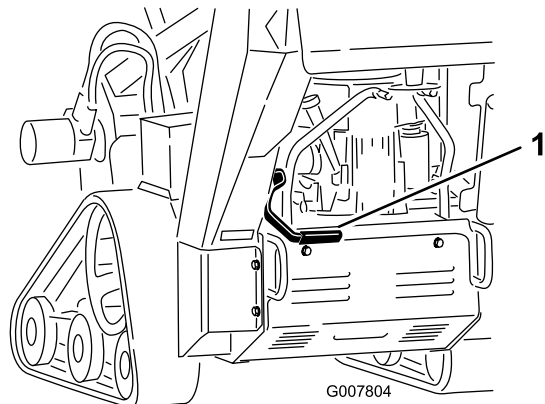

Figura 15
- Per inserire il freno di stazionamento spingete indietro la relativa leva e alzatela (Figura 15).
- Per rilasciare il freno, spingete indietro la leva e abbassatela (Figura 15).